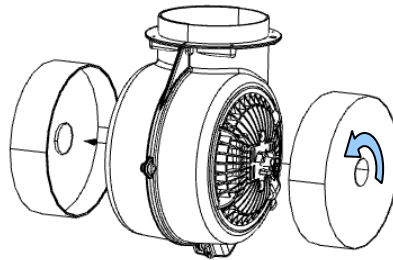

Abb. 12
### 6.2.1 Einbauen und tauschen des Aktivkohlefilters (Abb. 12)
- ⤴ Stecken Sie den Aktivkohlefilter auf den Motor und befestigen Sie diesen mit einer Vierteldrehung im Uhrzeigersinn per Bayonettverschluss (Abb. 12).